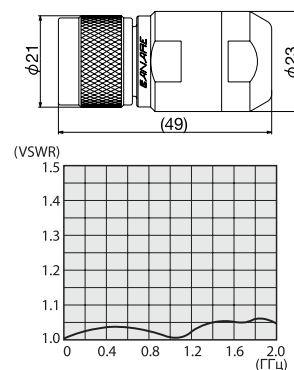

Рис. 3
- VSWR 1.1 или меньше, частота до 2 ГГц (рис. 3).